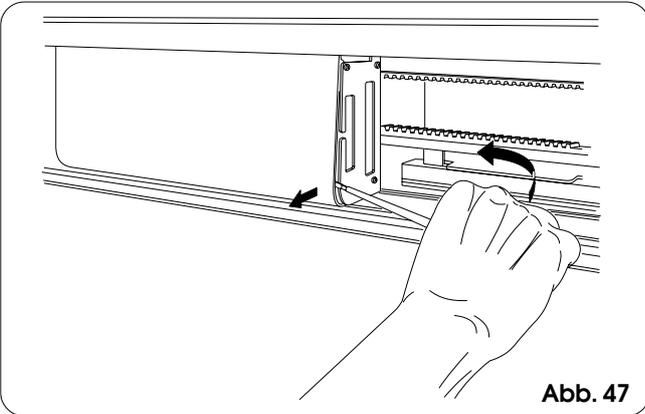

Abb. 47
- Um die Schutzdeckel der Kontrolleinheit SDM und des Transformators abzunehmen, wird mit einem Schraubenzieher eine leichte Hebelwirkung ausgeübt, wie in Abb. 47 gezeigt. Um diese wieder anzubringen, werden sie auf dem oberen Teil eingehängt und dann mit Druck befestigt, wie in Abb. 48 dargestellt.